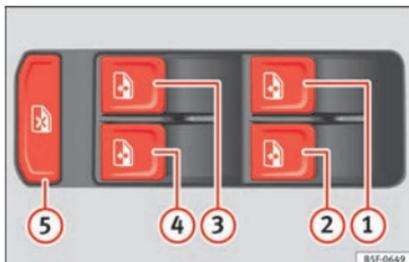

Fig. 128 Detalle de la puerta del conductor: mandos para las ventanillas.
Pulsando la tecla de seguridad »» **fig. 128** puede desactivar los mandos en las puertas traseras. Volviendo a presionar la tecla de seguridad se reactivarán los mandos de las puertas traseras.
- Al viajar niños en los asientos traseros, se recomienda por razones de seguridad utilizar la tecla de seguridad »» **fig. 128**, que deshabilita los mandos de los cristales traseros.